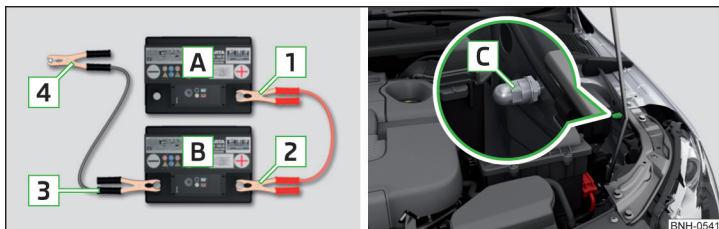

Abb. 156 Starthilfe: A - entladene Batterie, B - stromgebende Batterie / Massepunkt des Motors
- Die Klemme **1** am Pluspol der entladenen Batterie **A** » Abb. 156 befestigen.
Bei Fahrzeugen mit dem START-STOPP-System das Starthilfekabel an den Massepunkt des Motors **C** » Abb. 156 anschließen.